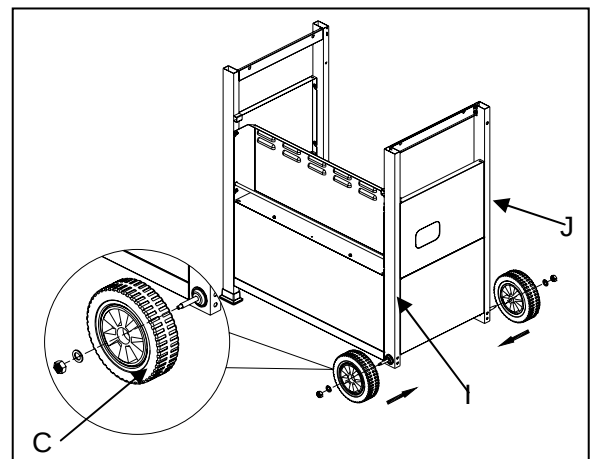

Fig. 10
Afloje pero no quite el tornillo prearmado en el panel inferior (B). Quite el tornillo prearmado en la barrera diagonal (Y) y asegure el extremo sólido en la barrera diagonal (Y) a la parte inferior de los paneles frontales (S) a través del agujero del medio con el tornillo que se quitó en la barra diagonal (Y). Asegure el otro extremo de la barra diagonal (Y) uniéndolo al agujero abierto con el tornillo prearmado en el panel inferior (B). Ajuste el tornillo aflojado, como se muestra en la Fig. 10.